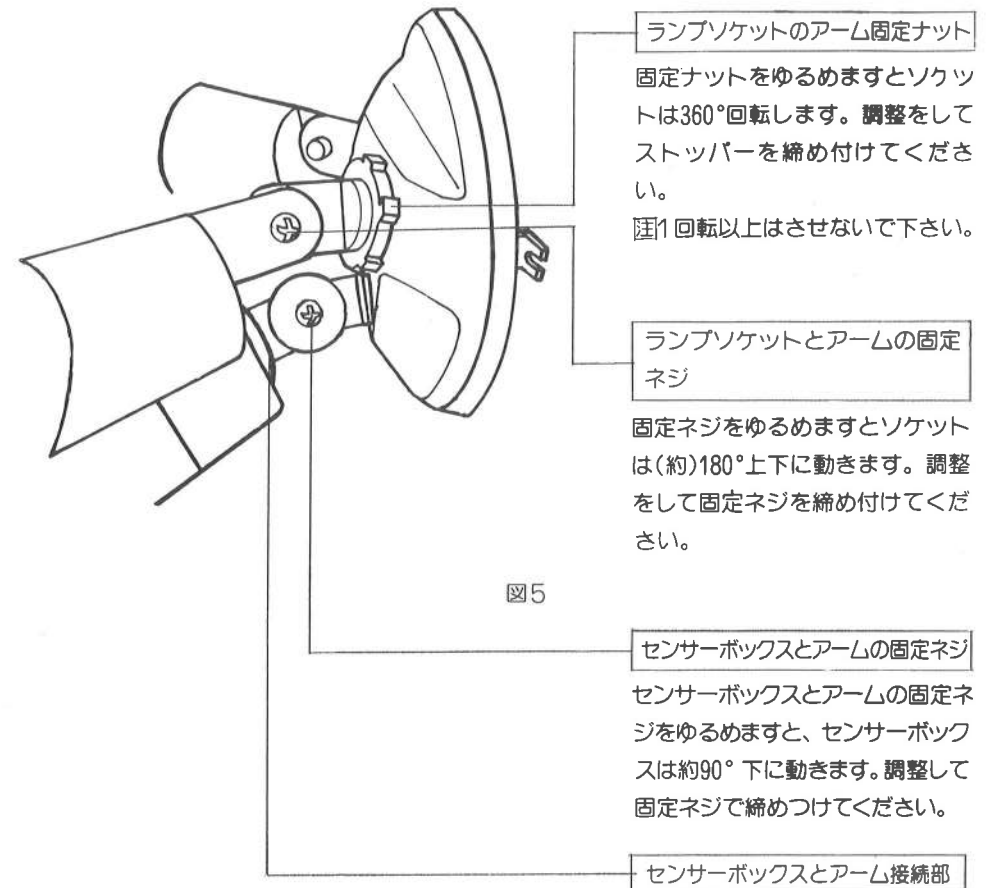

図5
- センサーボックスとランプソケットは取付後、目標に合わせて角度を調整してください。(図5参照)